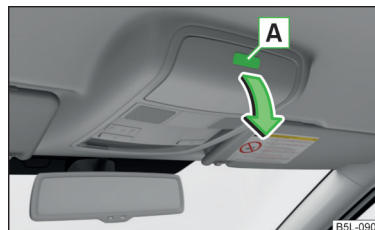

Fig. 87
- Pentru **deschidere** apăsați butonul **A**. Compartimentul se rabatează în sensul săgeții » fig. 87.